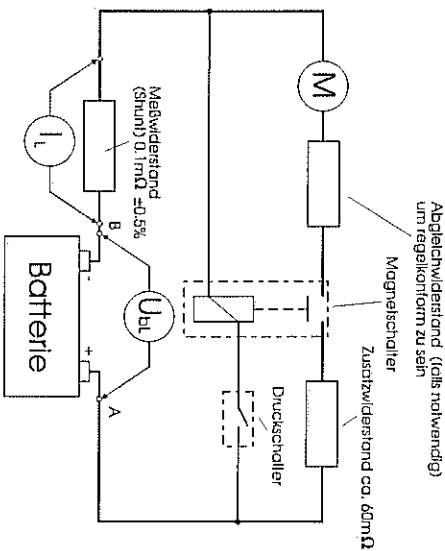

Abb. 1 Prüfung bei niedrigem Strom
- Prüfung H bei hohem Strom (siehe Abb. 1)